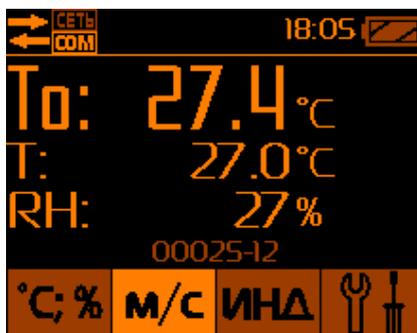

Рис.15 – Измерение результирующей температуры, температуры и влажности.
включатся после повторного нажатия кнопки **M/C** (позиция 5, Рис.1) в режиме измерения интенсивности теплового облучения (W). При этом на дисплее высвечиваются численные значения результирующей температуры (T_o) в $^{\circ}C$, температуры воздуха в $^{\circ}C$ и относительной влажности в % (Рис.15).